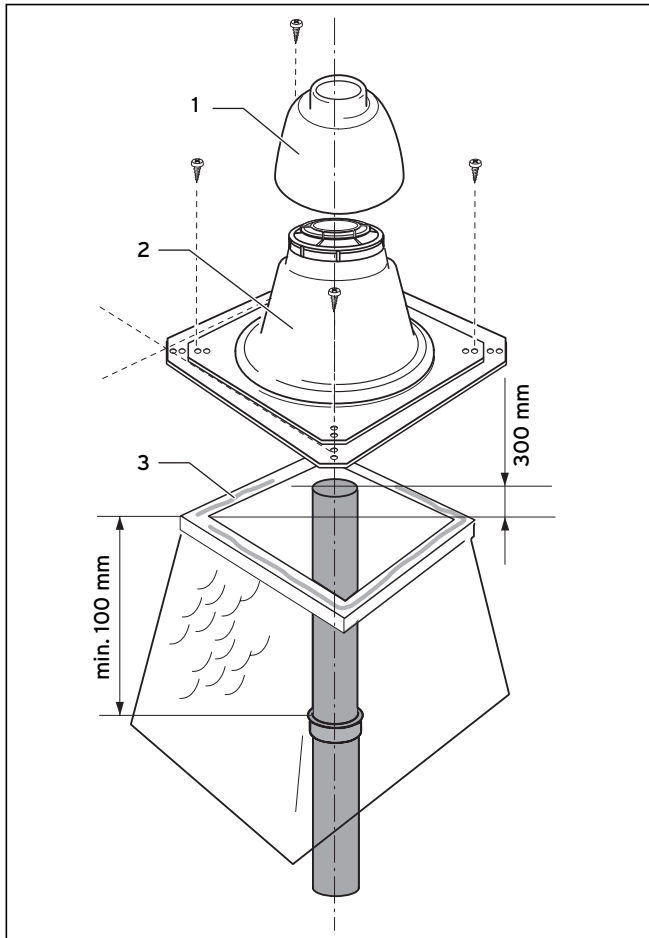

Abb. 6.21 Schachtaufsatz montieren
- Wiederholen Sie das Zusammenstecken der Rohre so oft, bis Sie das unterste Rohr in den Stützbogen stecken können und das oberste Rohr die Montage der Schachtabdeckung nach Abb. 6.21 erlaubt.
Beachten Sie für die Montage der Schachtabdeckung aus Kunststoff (PP) die Abbildung 6.21.